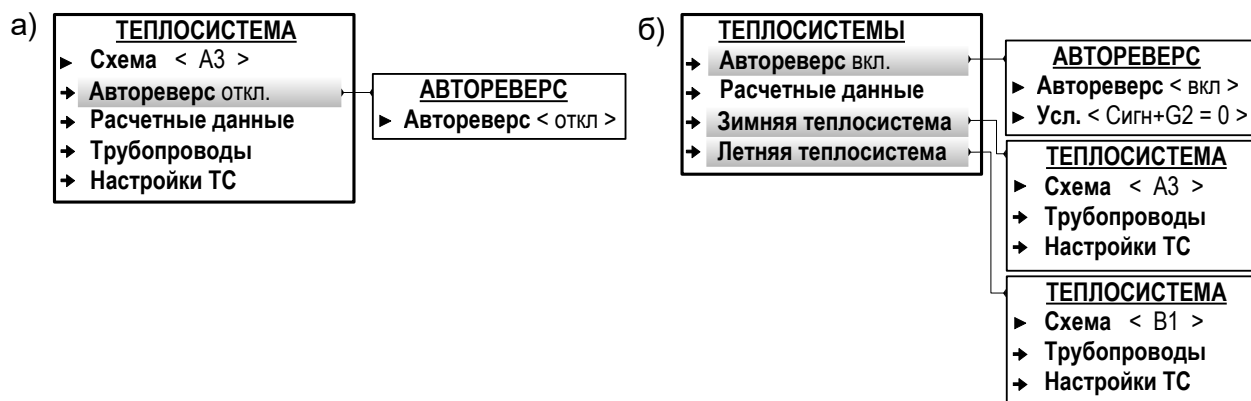

Рис.18. Вид меню при назначении одной (а) и двух (б) схем теплоучета (режим СЕРВИС).
7.4.3.2. Чтобы назначить «зимнюю» схему теплоучета фиксированной конфигурации необходимо в режиме СЕРВИС в меню **Теплосистема** (рис.18.а) для параметра **Схема** выбрать из списка и установить обозначение требуемой схемы теплоучета. При этом произойдет инициализация ТВ (на дисплее некоторое время будет отображаться надпись **Идет настройка конфигурации**), в результате которой будет установлена расчетная теплосистема соответствующей конфигурации. Преобразователи расхода, температуры и давления в порядке возрастания их индексов будут автоматически распределены по расчетным трубопроводам расчетной теплосистемы и программно подключены к ним.
- в подменю **Теплосистема / Автореверс** для параметра **Автореверс** установить значение **вкл.** После чего появится индикация подменю **Зимняя теплосистема** и **Летняя теплосистема** (рис.18.б);